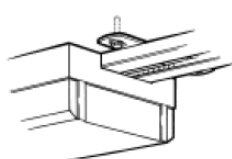

Abb. 1
- Abbildung 1: Direktmontage an die Decke